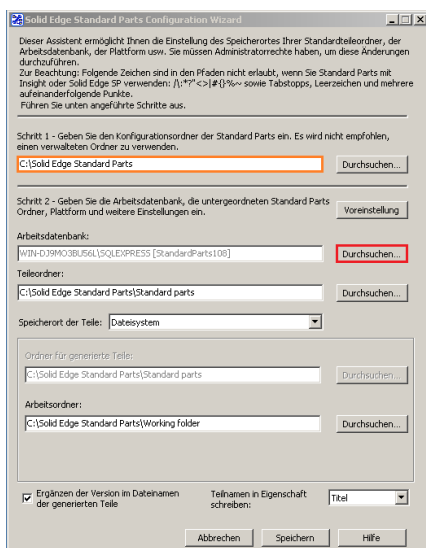

Abbildung 24
- 8.1. Öffnen Sie den Konfigurationsassistenten und überprüfen Sie, ob die Pfadangaben korrekt sind. Korrigieren Sie diese bei Bedarf. Dann klicken neben der Arbeitsdatenbank auf *Durchsuchen* (Abb. 24).